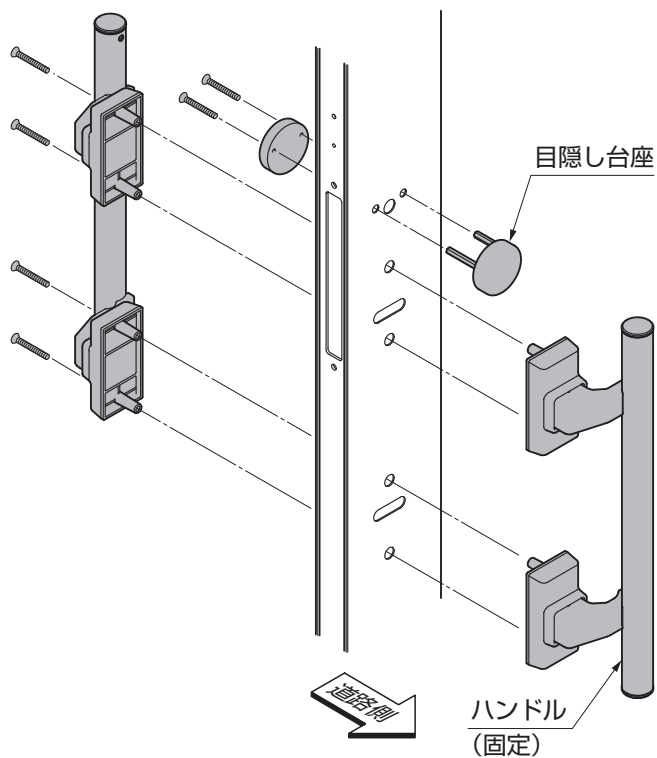

図 13-2
- ① ハンドルと目隠し台座を固定してください。(図 13-2 参照)